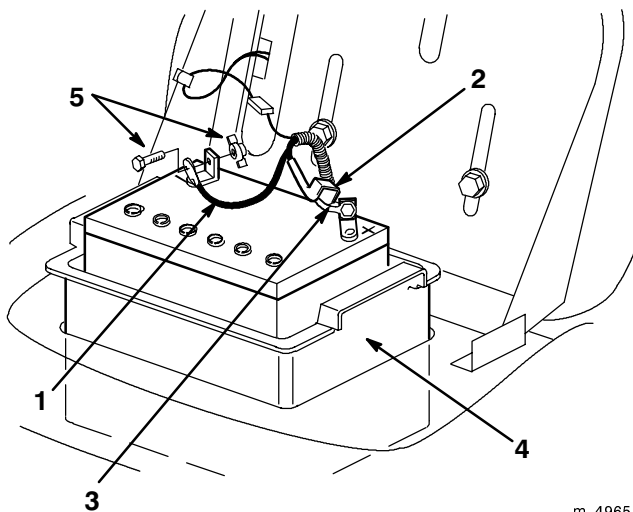

Figure 17
3. Débranchez le fil négatif (noir) de mise à la masse de la borne de la batterie (Fig. 17).
- Repoussez le capuchon en caoutchouc sur le fil positif (rouge). Débranchez le fil positif (rouge) de la borne de la batterie (Fig. 17).
- Placez le bac à batterie et la batterie dans le châssis (Fig. 17).
- Connectez le fil positif (rouge) à la borne positive (+) de la batterie à l'aide du boulon et de l'écrou papillon (Fig. 17). Glissez le capuchon de caoutchouc sur la borne de la batterie.
- Connectez le fil négatif (noir) à la borne négative (-) de la batterie à l'aide du boulon et de l'écrou papillon (Fig. 17).